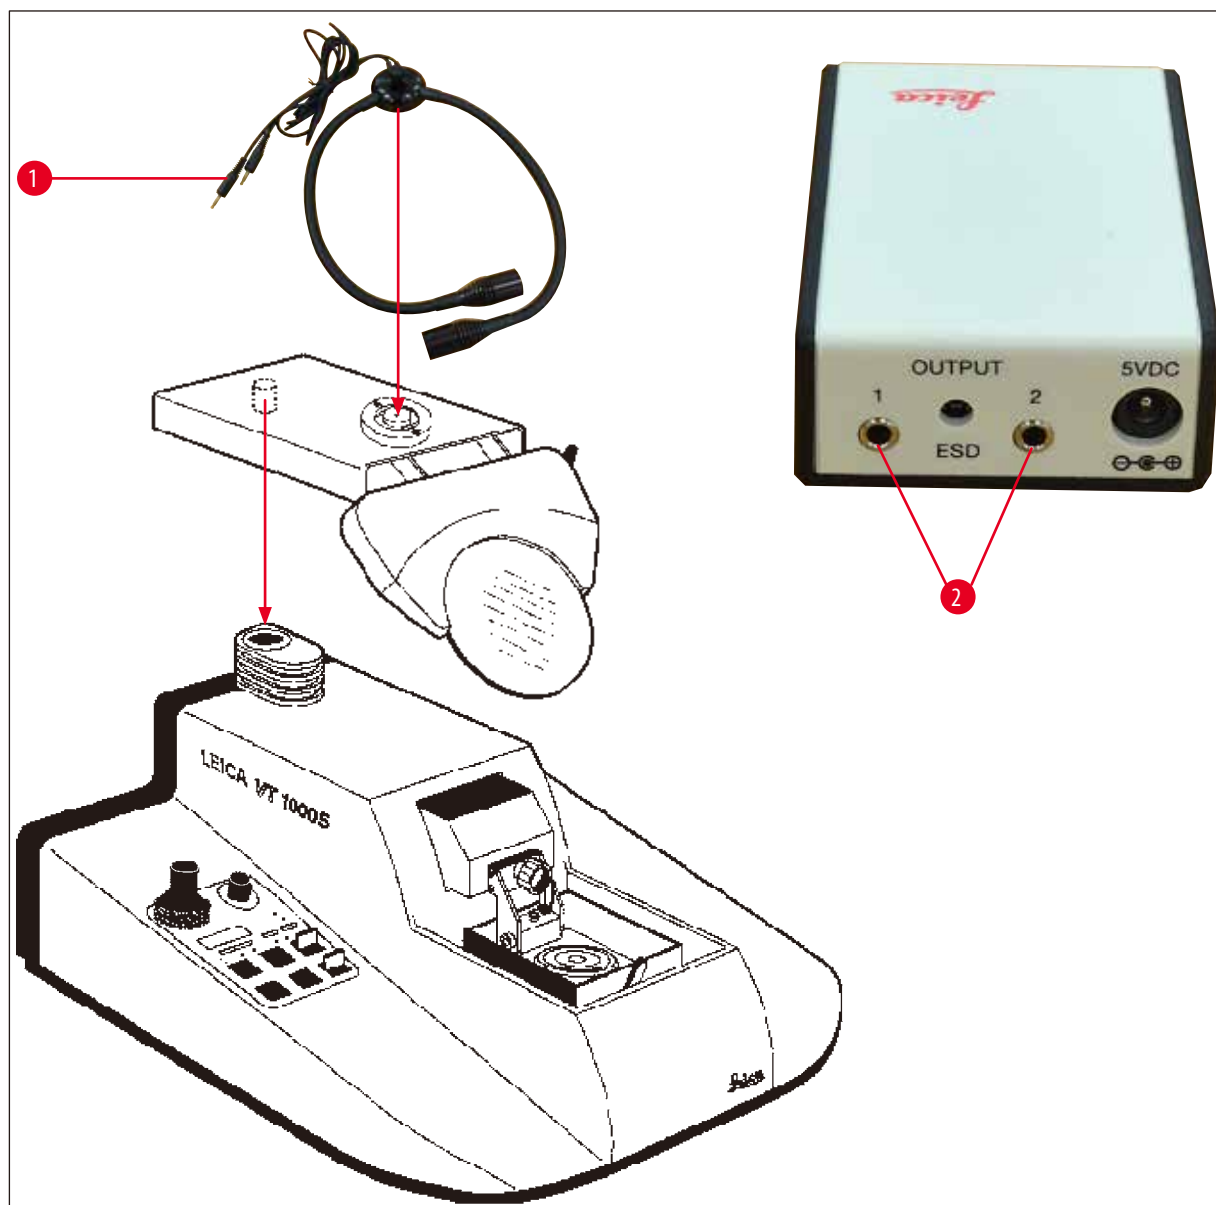

Fig. 9
7. Conectați suportul lupei cu Modulul zone LED cu putere ridicată, 2 brațe, așa cum se arată în (→ Fig. 9). Introduceți fișa (→ Fig. 9-1) de la Modulul zone LED cu putere ridicată, 2 brațe, în fișa (→ Fig. 9-2) de la Modulul zonă cu putere ridicată, LED 1000.